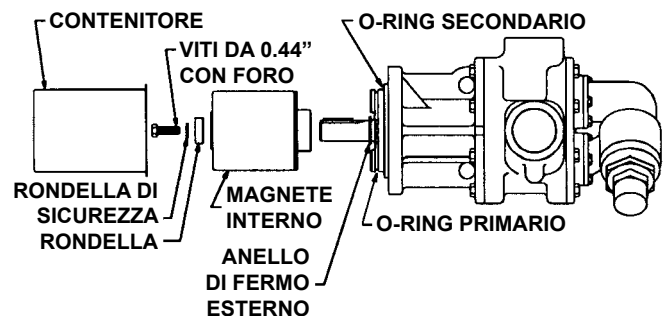

FIGURA 16
- Controllare che sui magneti non sia rimasto attaccato alcun oggetto metallico. Rimuovere qualsiasi materiale estraneo. Mettere l'anello di bloccaggio esterno e la chiave sull'albero della pompa. Installare rondella, rondella di sicurezza e bullone per fermare il magnete (**Vedere Figura 16**). Inserire una barra di ottone attraverso una connessione, tra due denti del rotore e stringere il bullone.